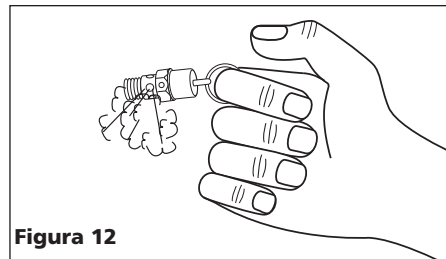

Figura 12
- b. Usando gafas de protección, tire del anillo de la válvula de seguridad para liberar la presión del tanque del compresor. Protéjase contra el aire a alta velocidad que se libera; no permita que el aire a alta velocidad quede dirigido hacia su rostro (vea la Figura 12).